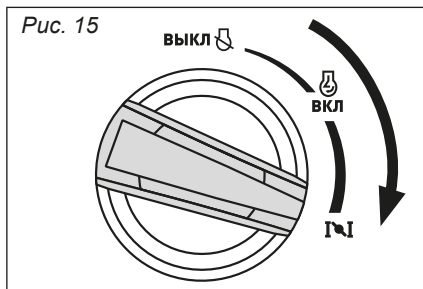

Рис. 15
3. Поверните переключатель двигателя в положение  (рис. 15).